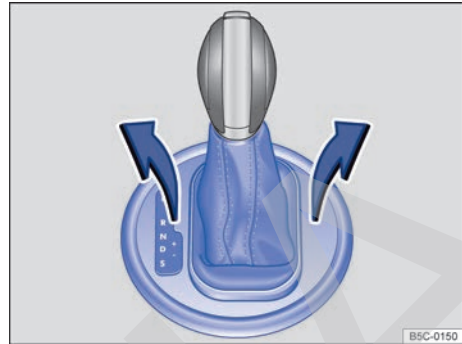

Fig. 105 Desmontar la cubierta de la corredera de la palanca selectora.
- Tire de la cubierta hacia arriba y con cuidado, por la zona del guardapolvo de la palanca selectora, junto con los cables que lleve conectados → fig. 105.
- Presione la palanca de desbloqueo con cuidado en el sentido de la flecha con la hoja plana del destornillador de las herramientas de a bordo y mantenga la palanca en esta posición → fig. 105.